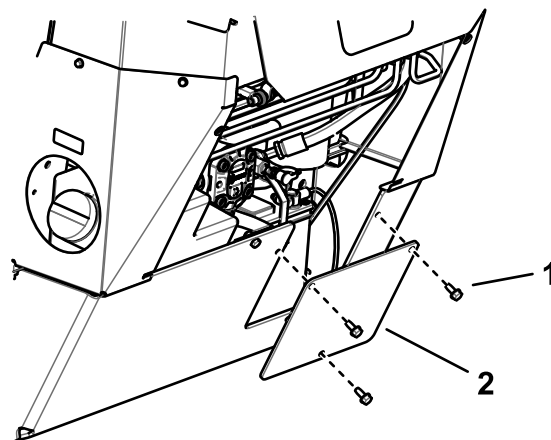

Figure 37
5. Reposez le couvercle d'accès à la batterie (Figure 37).